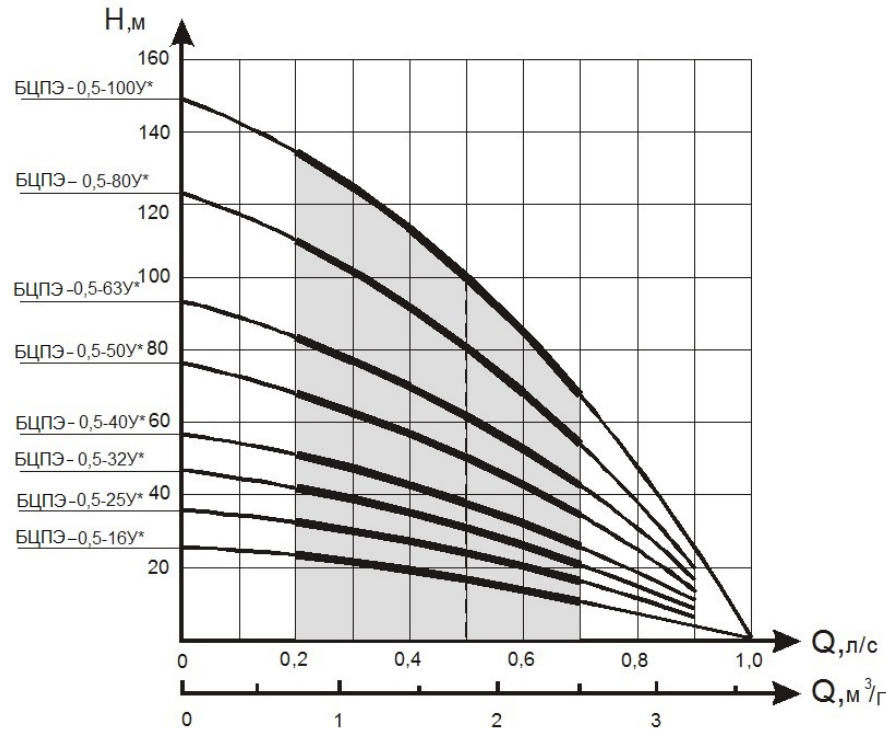

Рис. 2
- з'єднати електронасос за допомогою перехідників з напірним трубопроводом не менше 1 дюйма (див. рис. 4) для забезпечення об'ємної подачі (див.. рис. 2);